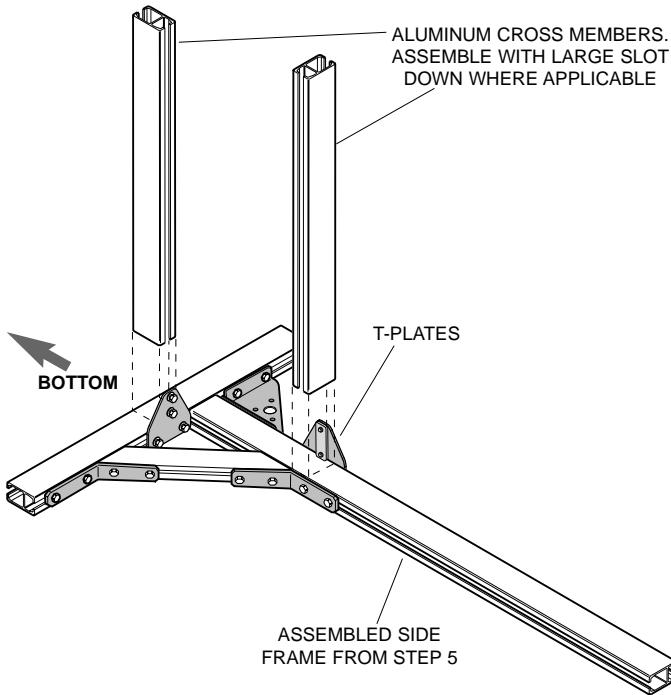

Figure 6.
6. Recueste el marco de lado y deslice dos travesaños de 30.38" de largo hacia las placas en T. Deslice los travesaños para que queden apretados contra las piezas del marco y apriete los pernos de la tuerca para canal (Fig. 6).